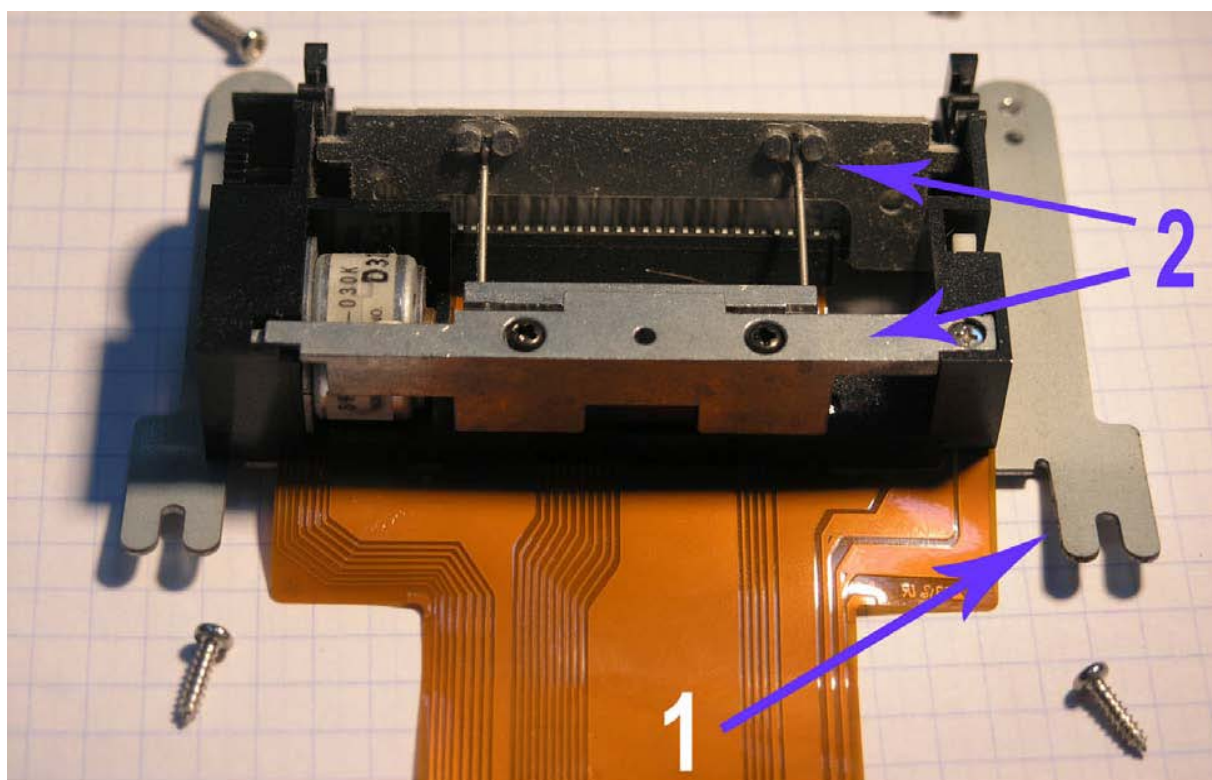

Рис. 7 Общий вид сборки печатающей головки
3. Проверить наличие контакта между головкой и шасси (рис. 7) с помощью мультиметра.